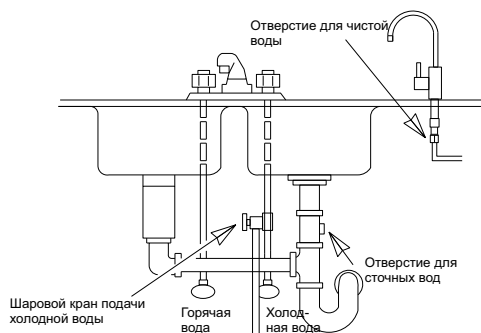

Рисунок 11
2. Отрезать трубку подходящей длины и соединить дренажный выход фильтра (“To Drain”) через дренажный хомут с отверстием в сливной трубе. Для улучшения герметизации соединения на конец трубки можно нанести немного герметика (рис. 11).